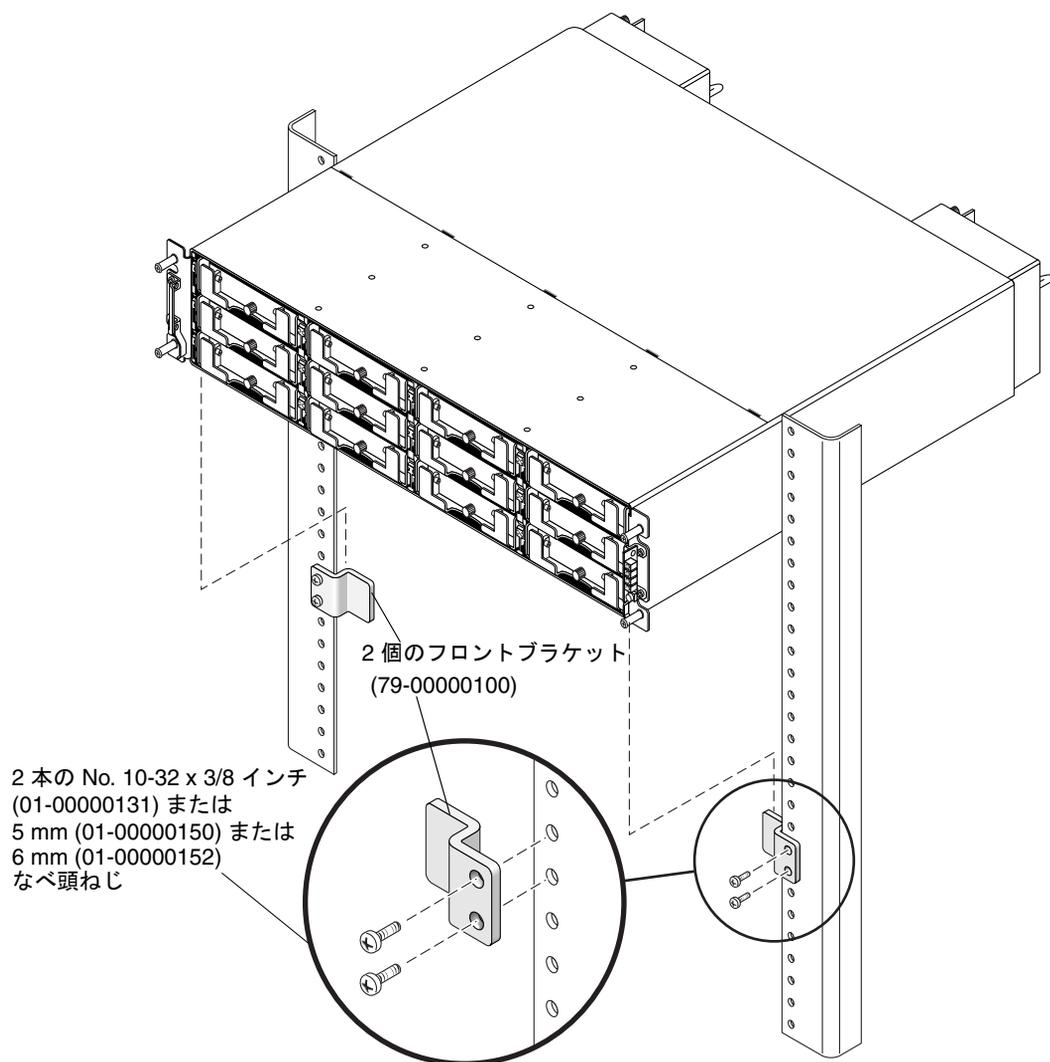

図 2-3 ラック前面のフロントブラケットの位置
- a. 各フロントブラケットをラックの前面に取り付けます ( 図 2-3 を参照 )。